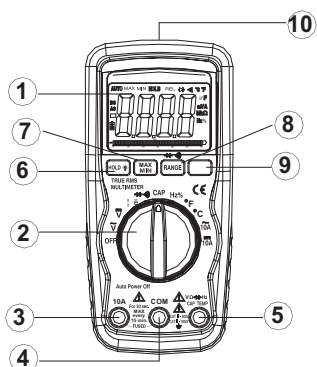

Рис. 5.2.3.
Назначение органов управления для модели 932 N, 931N представлено в таблице 5.2.2 (рис. 5.2.3.)
- Если напряжение присутствует, то кнопка «бесконтактного указателя напряжения» (**позиция 9, рис.5.2.3**) загорится красным цветом, а прибор начнет вибрировать.